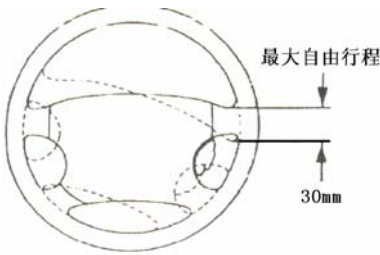

图1
车身上落下来。示意如图1—12所示。
5) 将转向器总成从前副车架上拆下，如图1—14。
如 图1 所示，转向盘最大自由行程为 30mm。